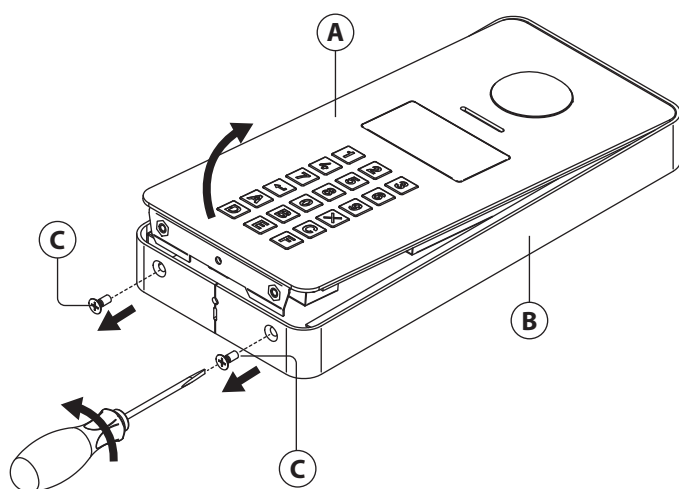
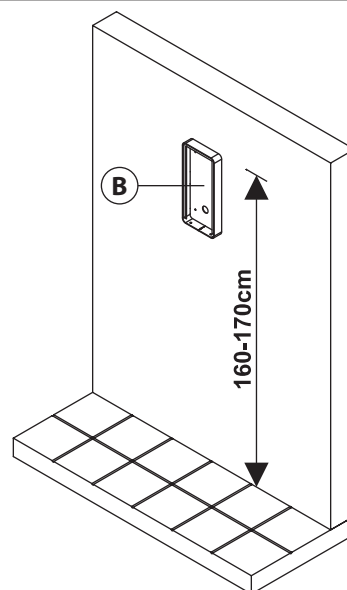
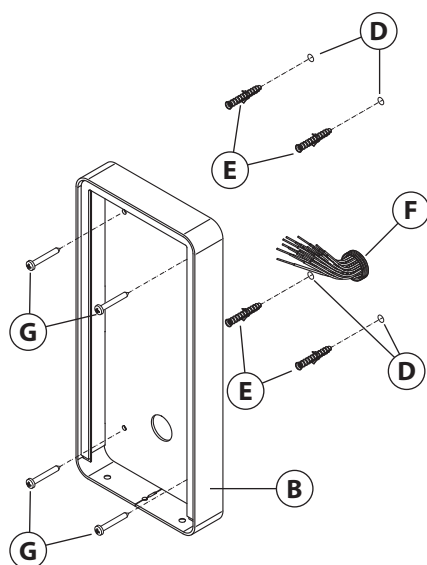

Fig. 1
Fig. 2
Fig. 3
1. Incorporare la scatola da incasso nella parete (160-170 cm tra il lato superiore della scatola e il pavimento come mostrato in **Fig. 1**) passando i cavi (**Fig. 2**) attraverso il foro predisposto nella scatola da incasso;
2. Effettuare tutte le connessioni sui morsetti rimovibili (**Fig. 2**) e successivamente inserirli nel pannello (**Fig. 3**), impostare i dip-switch come da schema di installazione fornito o come indicato dalle istruzioni di installazione, dopodichè ridare l'alimentazione al sistema e controllare se funziona correttamente;
1. Per separare il pannello (A) dalla scatola da superficie (B), per prima cosa rimuovere le due viti (C) situate sul fondo della scatola da superficie utilizzando un giravite e successivamente sollevare il pannello dal lato inferiore per estrarlo (**Fig. 1**);
2. Posizionare la scatola da superficie (B) contro la parete (165-170cm tra il lato superiore della scatola e il pavimento) e segnare i 4 fori di fissaggio per i tasselli a muro e il foro per i cavi (**Fig. 2**);
3. Praticare i 4 fori di fissaggio (D), inserire i tasselli nella parete (E) e passare i cavi (F) attraverso la scatola di superficie, fissare la scatola di superficie al muro utilizzando le viti dei tasselli (G) (**Fig. 3**);